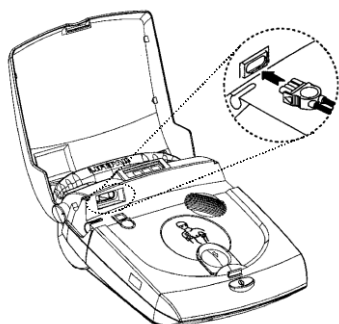

図4. 電極の接続
- (1) 患者の心拍が停止していることを確認する。(意識、呼吸、脈拍がない等)
- (2) 水又は電導性物質を避けて、表面の固い場所に患者を寝かせる。
- (3) 患者を仰向けに横たえ、胸部を露出させる。胸部が毛深い患者の場合は、胸部の毛を剃る。
- (4) 患者の胸部が濡れている又は汚れている場合には、払拭して乾燥させる。[アルコールや発汗抑制剤などは使用しないこと。]
- (5) クイックバック電極以外のフィジオコントロール社製除細動電極を使用する場合は、使用直前に電源スイッチを押してカバーを開き、図4のように電極のコネクタを挿入する。